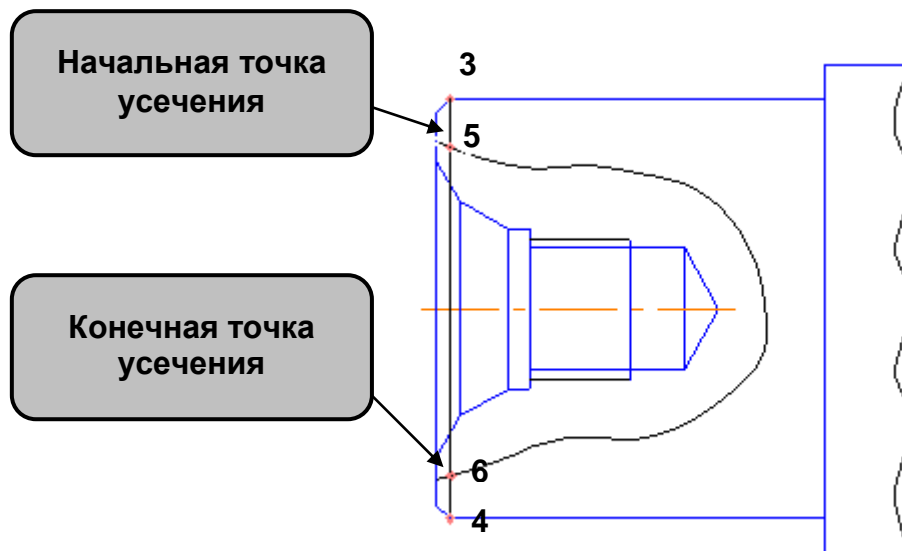

Рисунок 7.21 Усечение отрезков
6. Используя команду **Усечь кривую двумя точками**, удалите часть отрезка 3–4 внутри области разреза. Начальную 5 и конечную 6 точки участка усечения укажите с помощью привязки **Пересечение** (рисунок 7.21).